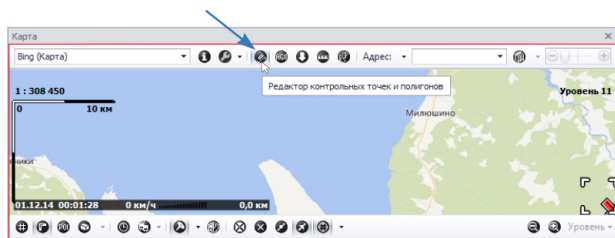

Рис.1. Открытие Редактора КТ и полигонов.
- перейти в Модуль отображения карт и вызвать «Редактор контрольных точек и полигонов» (Рис.1);